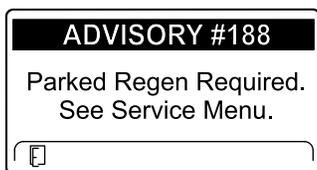

Рисунок 46
- Требуется стационарная регенерация ИНФОРМАЦИОННОЕ СООБЩЕНИЕ № 188 (Рисунок 46)